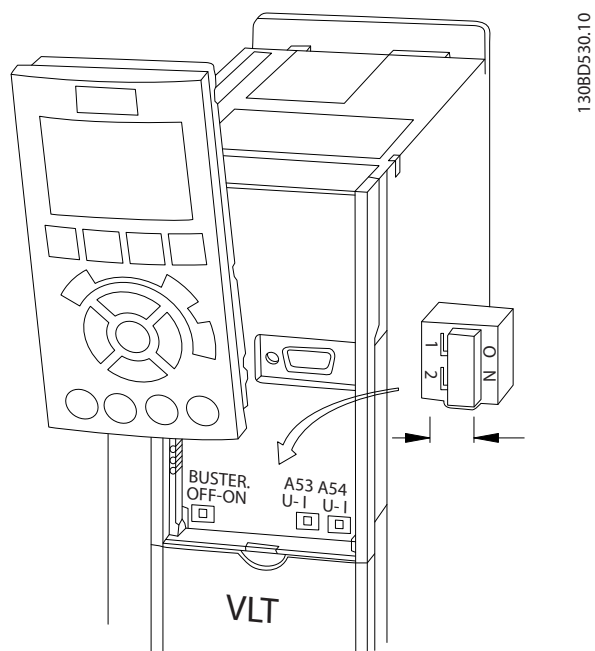

Рисунок 4.27 Расположение переключателей клемм 53 и 54
1. Снимите панель местного управления (LCP) (см. *Рисунок 4.27*).
- Для выбора оконечного сопротивления шины предусмотрен переключатель на плате управления (BUS TER.). См. *Рисунок 4.27*.